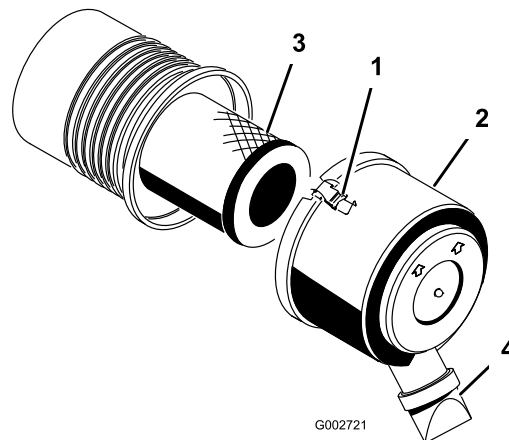

Figure 27
1. Desserrez les fixations qui maintiennent le couvercle sur le corps du filtre à air (Figure 27).